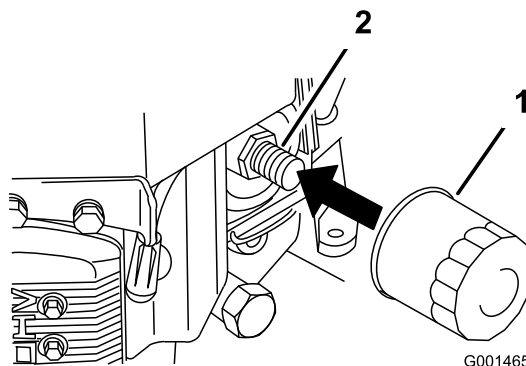

Figure 30
2. Retirez le filtre usagé (Figure 30).
3. Appliquez un mince film d'huile neuve sur le joint en caoutchouc du filtre de rechange (Figure 30).
4. Posez le filtre à huile de rechange sur l'adaptateur, tournez le filtre dans le sens horaire jusqu'à ce que le joint en caoutchouc touche l'adaptateur, puis serrez le filtre de 3/4 de tour supplémentaire (Figure 30).